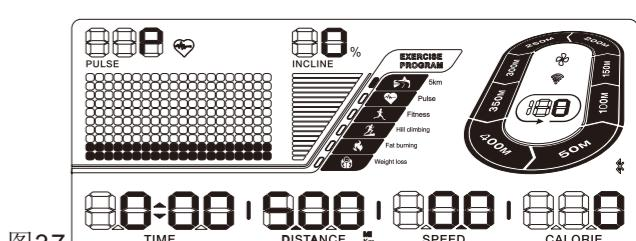

图37
- 我们为您在面板上设置了5公里训练程式快捷键 $\text{5公里}$ ,直至屏幕上出现P11字样。(图37所示)。